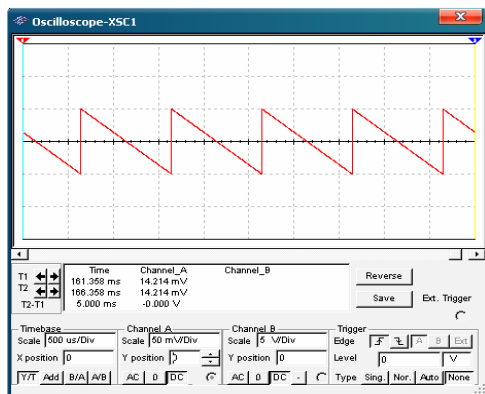

图 5-122 负斜波函数波形
2) 设置完毕，单击仿真开关，通过示波器观察波形如图 5-122 所示。